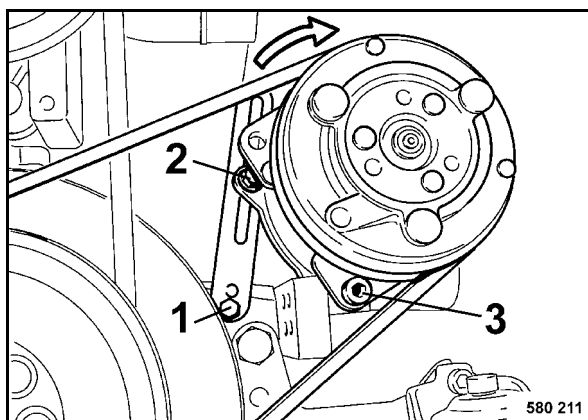

Fig. 135
- Soltar ligeramente los tornillos de fijación 1, 2 y 3 (Fig. 135).